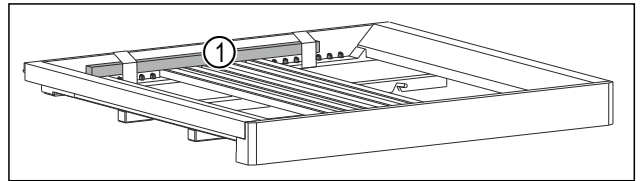

Fig. 47 *
- ▶ Wyciągnąć drewniany pręt Fig. 47 (1)*.